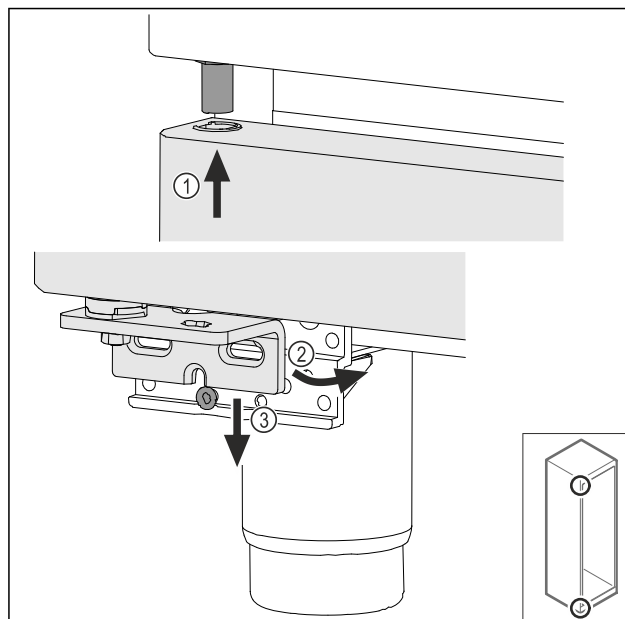

Fig. 49
- Futni derën të anuar paksa në pjesën lart Fig. 49 (1), vendosni derën drejt Fig. 49 (2) dhe mbështeteni poshtë mbi vidën e bazamentit mbështetës Fig. 49 (3).